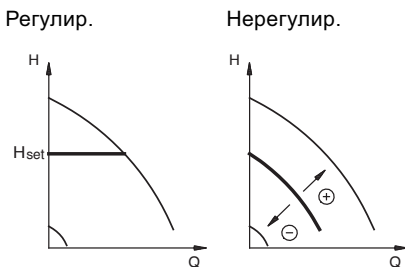

Рис. 12 Насос в регулируемом (постоянное давление) или нерегулируемом режиме (постоянная характеристика)
- Если при установке старого насоса применялся экранированный 2-жильный кабель, подключение должно быть произведено, как показано на рис. 12.
Насос может функционировать в двух режимах: регулируемом и нерегулируемом, см. рис. 12.